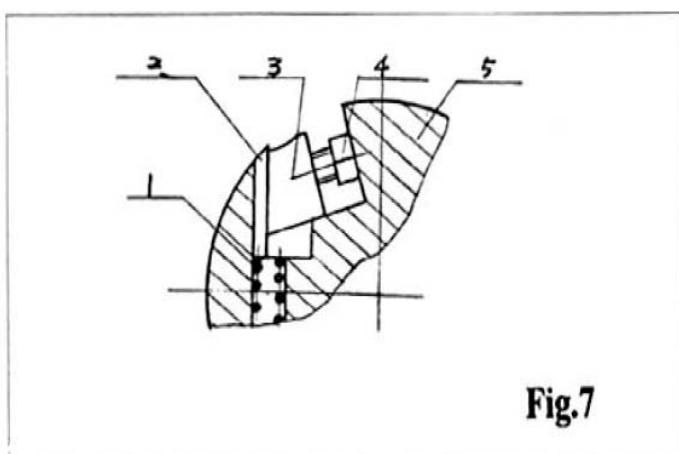
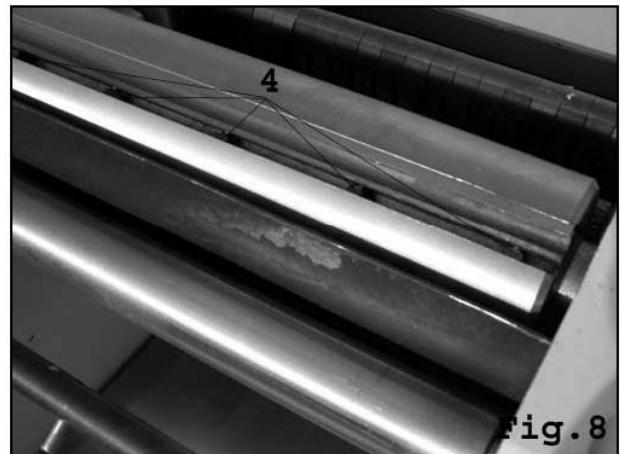

Fig.7
Fig.8
Ce capot se fixe sur le côté de la machine à l'aide des six vis (A) Fig.7 fournies (seulement 3 vis sont visibles). Positionnez le protecteur du câble (B) dans l'encoche prévue après avoir sorti le câble électrique de la machine.
6. Desserer légèrement les 5 vis de blocage 4 (Fig.7 et Fig.8) avec la clé de 5,5 x 7 mm fournie. Sous la pression du ressort, le fer (2) est automatiquement repoussé vers le haut.